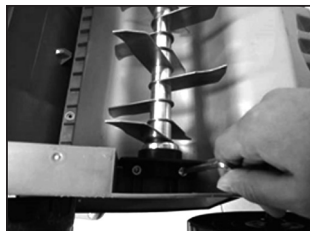

Рис. 16
1. Открутите 2 винта (рис. 16)
2. Закрепите установленный вал 2 винтами (рис. 16).